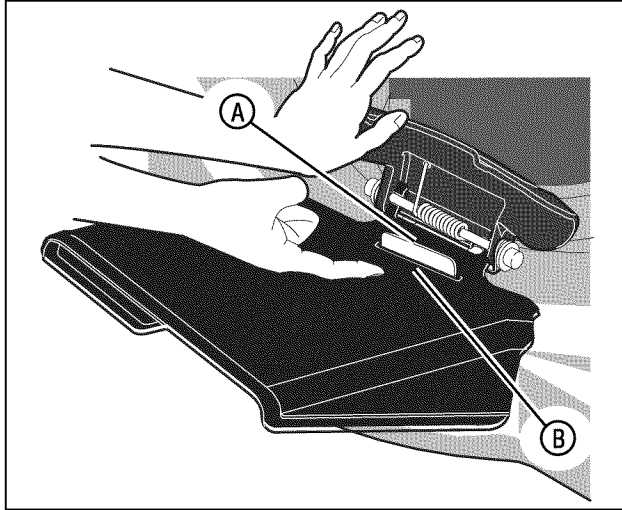

Figura 9: Lengüeta de sujeción del deflector
La lengüeta de sujeción (A, Figura 9) en la plataforma atraviesa la ranura (B) en el deflector.